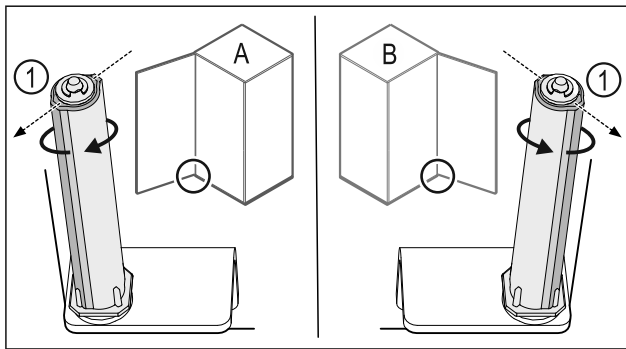

Fig. 46 Linksanschlag (A) / Rechtsanschlag (B)
- Schließsystem gegen den Widerstand drehen, bis der Steg des Schließsystems Fig. 46 (1) nach außen zeigt.